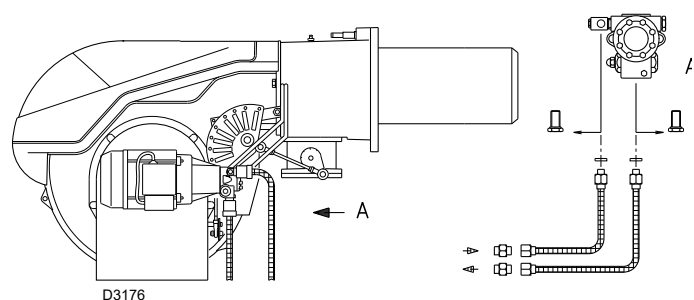

Abb. 20
4.8.4 Hydraulikanschlüsse (Abb. 20)
Legende (Abb. 20)